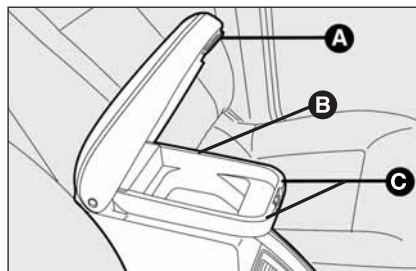
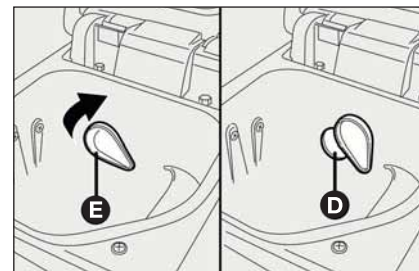

fig. 75
fig. 77
En appuyant sur le levier **A-fig. 75** on peut lever l'accoudoir avant et accéder à une première boîte à gants/porte-portable.
En soulevant ultérieurement le couvercle **B-fig. 75** on accède à un deuxième compartiment chauffé/réfrigéré par un diffuseur d'air **D-fig. 77** relié au système de climatisation.
**Note** Pour accéder directement au compartiment réchauffé/réfrigéré, soulever l'accoudoir sans appuyer sur le levier **A-fig. 75** mais en appuyant latéralement dans les zones indiquées par le point **C** comme indiqué à la **fig. 75**.
Pour ouvrir le diffuseur et permettre l'entrée à l'intérieur du compartiment d'air frais ou chaud, il faut déplacer le levier **E-fig. 77** dans la direction indiquée par la flèche.
L'accoudoir complètement soulevé, faire attention à ne pas appuyer par inadvertance sur le bouton **A-fig. 75**, pour éviter l'ouverture du couvercle de la boîte à gants et la chute du contenu.